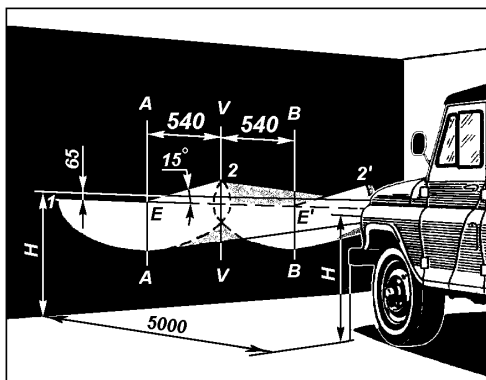

Рис. 9.66. Разметка экрана для регулировки фар:
1. Установите полностью заправленный и снаряженный автомобиль с нормальным давлением воздуха в шинах и нагруженным сиденьем водителя 750 Н (75 кгс) на ровной горизонтальной площадке на расстоянии 5 м от экрана со специальной разметкой (рис. 9.66).
Блок плавких предохранителей (рис. 9.66)